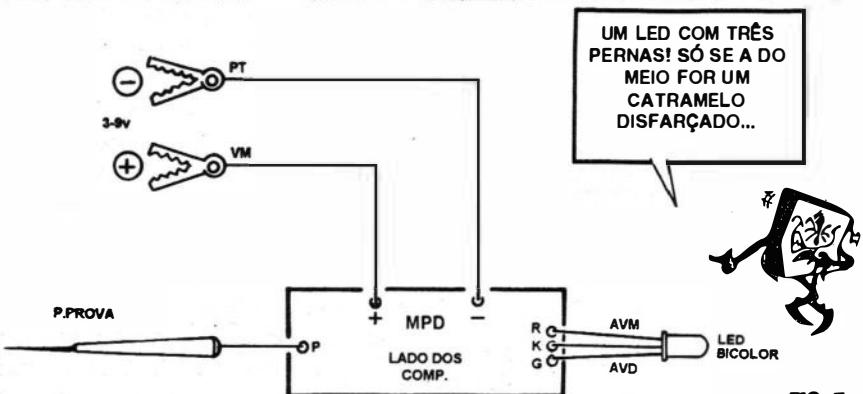

FIG. 5
- FIG. 5 - CONEXÕES EXTERNAS À PLACA - O aproveitamento das ditadas ilhas “periféricas”, fica agora evidente, com o detalhamento das conexões externas à placa. Os cuidados são poucos (porém **importantes...**): ligar corretamente os três terminais do LED bicolor, identificar também corretamente as polaridades dos cabos e garras da alimentação (usar a “jacaré” vermelha para o positivo, e preta para o negativo...), etc. A conexão à ponta de prova deve ser curta, a do LED direta, e a da alimentação, com cabos mais ou menos longos, facilitando o uso e o acesso da energia “roubada” do circuito sob prova...